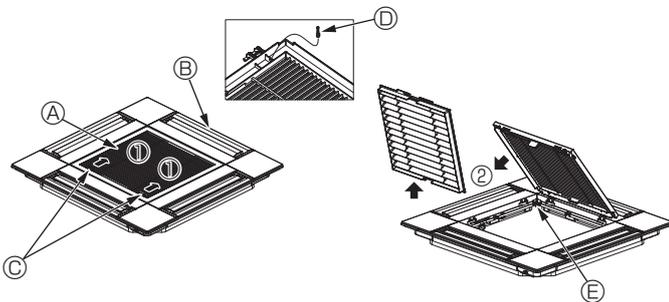

Fig. 6-3
6.2.1. Entfernen des Ansauggitters (Fig. 6-3)
- Zum Öffnen des Ansauggitters die Hebel in die mit dem Pfeil ① gekennzeichnete Richtung schieben.
- Das Scharnier des Ansauggitters bei geöffnetem Ansauggitter (Position "offen") vom Gitter in Pfeilrichtung ② abnehmen.